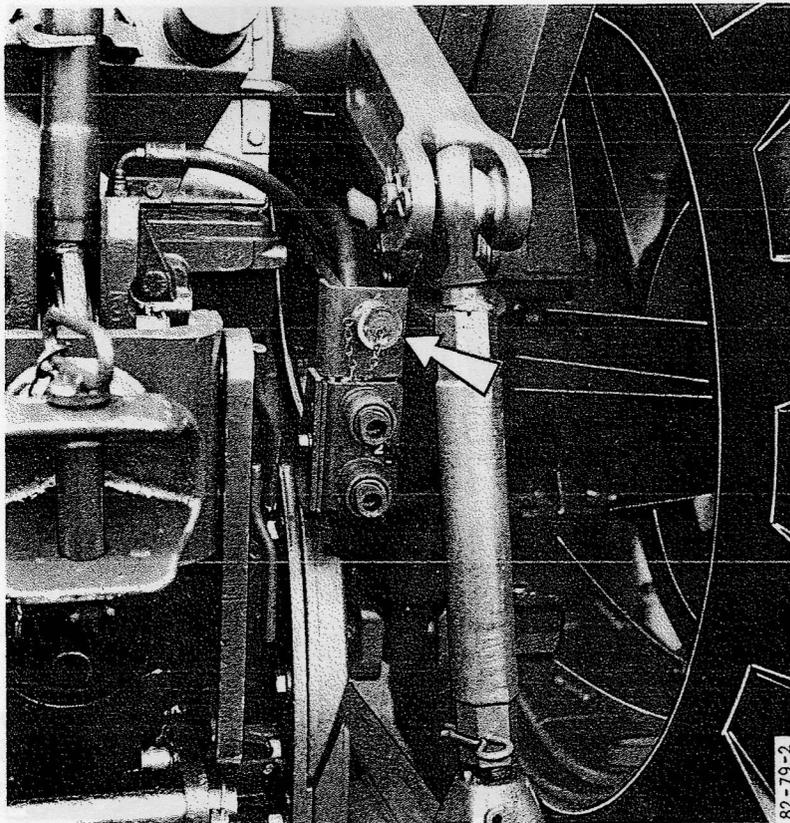

Fig. 24
**FREINS DE REMORQUE** (de base pour la France uniquement) (Fig. 24).